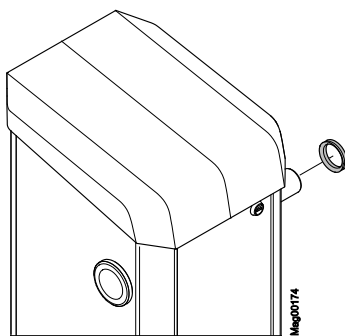

Bild 33: Ta bort V-ringen
16. Placera V-ringen i flänsaxeln. Tätningsläppen pekar mot bomhuset. → Se även sida 74, Bild 33.